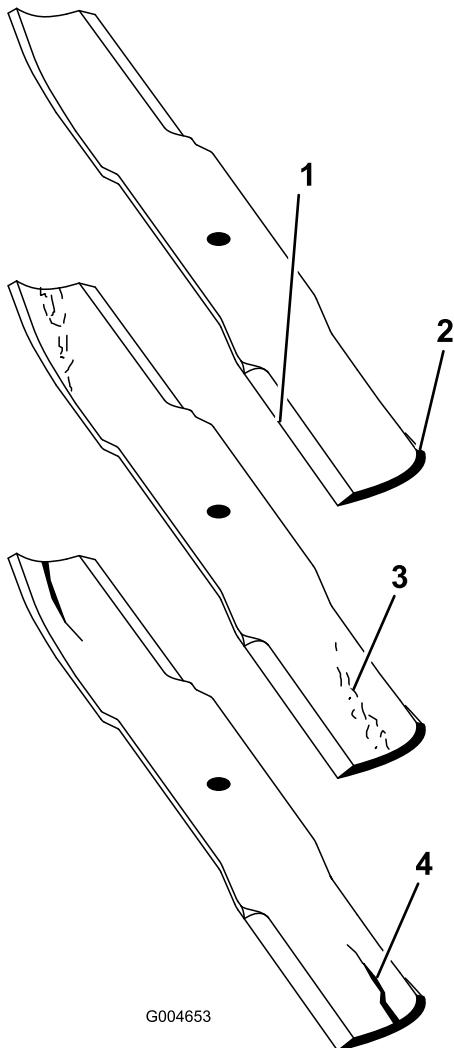

Bild 21
3. Untersuchen Sie die Schnittkanten (**Bild 21**). Entfernen und schärfen Sie die Messer, wenn die Schnittkanten nicht scharf sind oder Auskerbungen aufweisen. Siehe „Schärfen der Messer“ (**Schärfen der Messer (Seite 21)**).
4. Untersuchen Sie die Mähmesser, insbesondere den flachen Bereich (**Bild 21**). Wenn Sie Schäden, Verschleiß oder Rillenbildung in diesem Bereich feststellen (**Bild 21**), sollten Sie sofort ein neues Mähmesser einbauen.